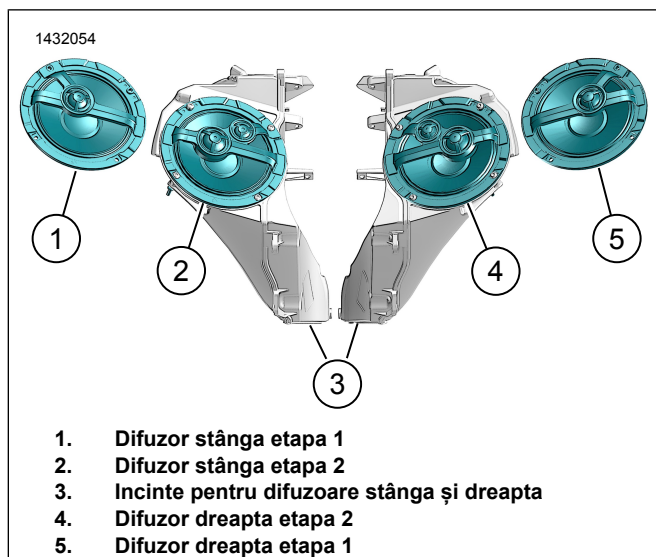

Figura 3. Orientare difuzor (tipic)
- a. A se vedea figura 3. Orientați difuzorul spre incintă.